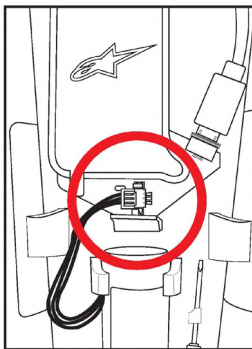

Abbildung 18: Position des Anschlusses für die Batterie des Systems (14)
Benutzer müssen sich bewusst sein, dass Gasfüllvorrichtungen (15) pyrotechnische Geräte sind. Gemäß der europäischen Pyrotechnik-Richtlinie (2013/29/EU) sind sie als sicher für den Transport zertifiziert, vorausgesetzt, die Batterie (14) wird physisch von der elektronischen Steuereinheit (6) getrennt. Um die Batterie (14) abzutrennen, muss der Benutzer die Airbag-Steuereinheit (6) öffnen und die Batterie (14) vom Anschluss an der elektronischen Steuereinheit (16) abziehen (siehe Abbildung 18).